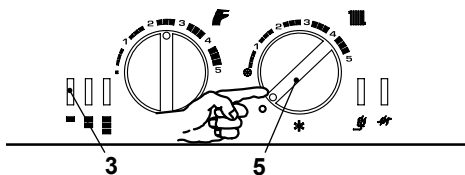

Figura 6.5
- Spegner la caldaia portando il selettore di funzione 5 sulla posizione "O" come in Figura 6.5.